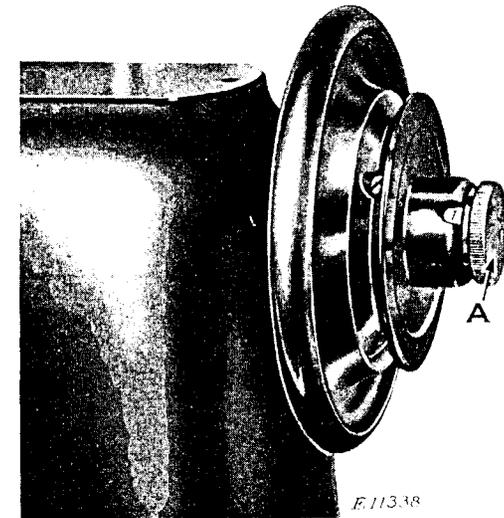

FIG. 16. REGULADOR DE LA PUNTADA
La longitud de la puntada se regula con el tornillo de mano (A, Fig. 16) que está a la derecha del volante.
En el manguito del volante, como se aprecia en Fig. 16, hay una ranura a través de la cual se ve un número, para indicar el número de puntadas por pulgada que hará la máquina. Para alargar la puntada, dése vuelta al tornillo de mano (A) hacia Ud.; y en sentido contrario para acortarla.